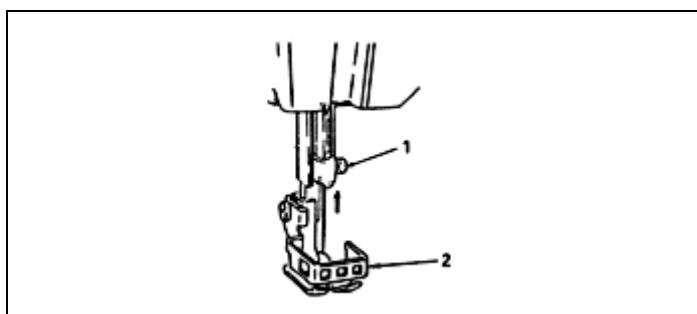

Fig. 3.
6. INSERÇÃO DA AGULHA (Fig. 3)
| | <p>Desligue a máquina. Não opere sem o protetor de dedo (2). (Vide Fig. 3) Perigo de danos pessoais.</p> |